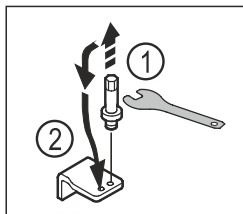

Fig. 19
- Odšroubujte šroub spodního stojanu ložiska pomocí imbusového klíče SW5. Fig. 19 (1)
- Zasuňte čep na opačné straně. Fig. 19 (2)